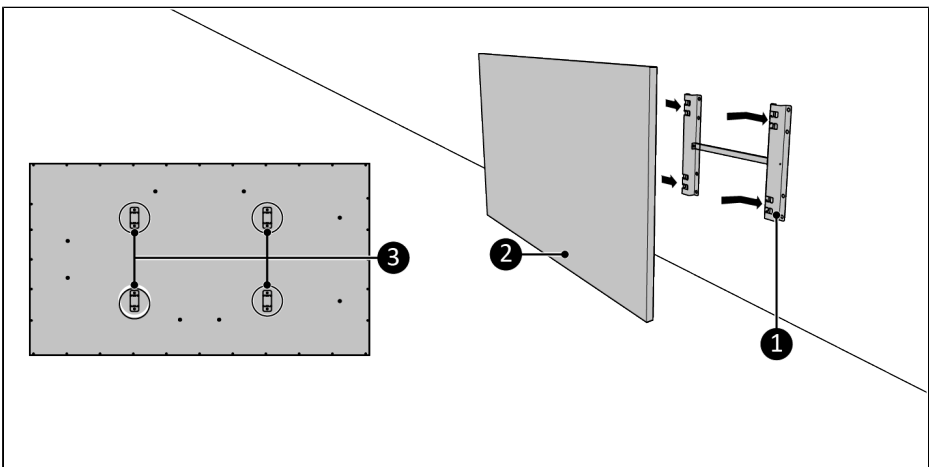

Abbildung 61.
5. Platzieren Sie die Gerätehalterungen (Abbildung 61, Pos. 3) über der Wandhalterung (Abbildung 61, Pos. 1).
6. Schieben Sie das Gerät (Abbildung 61, Pos. 2) in die Öffnungen der Wandhalterung (Abbildung 61, Pos. 1).